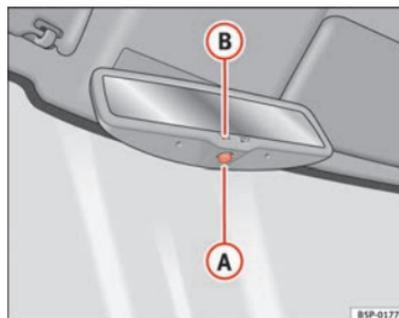

Fig. 64 Retrovisor interior com regulação automática para posição de antiencandeamento. ▶
- Premir o botão **A** ⇒ página 108, fig. 64. O aviso de controlo **B** apaga-se.
- Premir o botão **A** ⇒ página 108, fig. 64. O aviso de controlo acende-se.